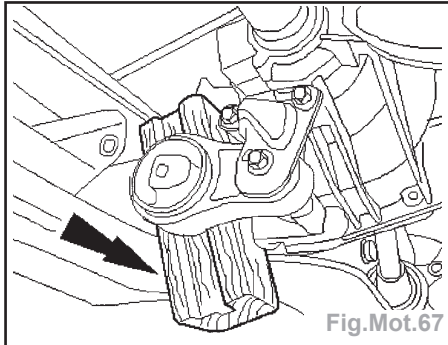

Fig.Mot.67
- A l'aide d'une cale appropriée, soutenir le côté droit du moteur (Fig.Mot.67).